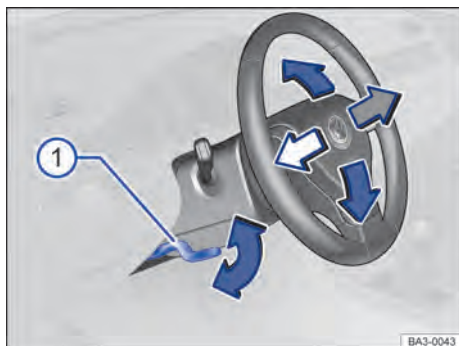

Fig. 62 Embaixo e a esquerda do volante junto com o revestimento da coluna de direção: alavanca de ajuste da posição do volante.
- Empurrar a alavanca para baixo segurando-a pelo seu manípulo → Fig. 62 ①.